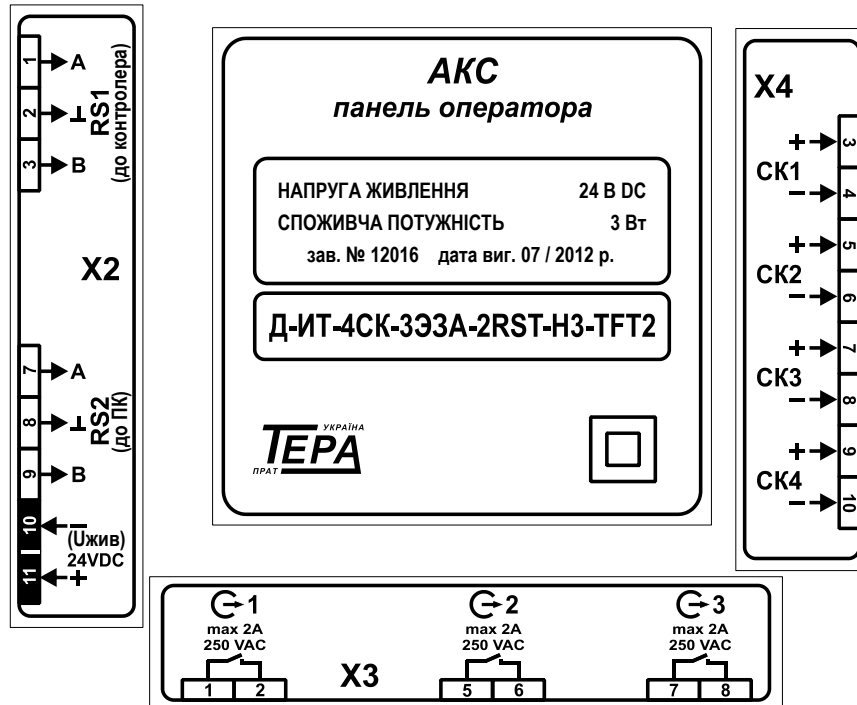

Рис.9.1 – Призначення контактів панелі оператора регулятора.
9.1 Призначення контактів панелі оператора регулятора наведено у рис. 9.1.